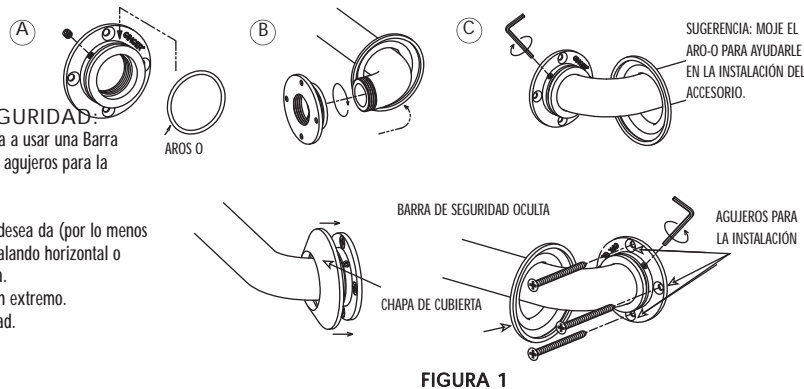
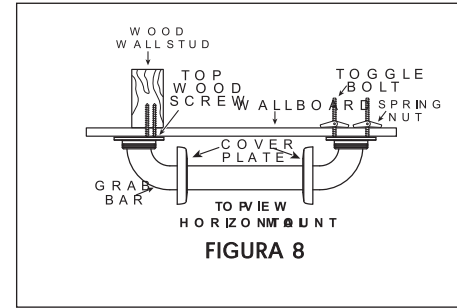

FIGURA 1
FIGURA 8
7. Si está instalando una Barra de Seguridad oculta, mueva las chapas de cubierta sobre los agujeros para la instalación y oprima firmemente contra la pared (vea la Figura 1 en la Página 1)
11. Si usa una Barra de Seguridad oculta, mueva las chapas de cubierta sobre los agujeros y firmemente presione contra la pared (vea la Figura 1 en la página 1)
7. Coloque el extremo de la Barra de Seguridad con los TORNILLOS DE FIJACIÓN adjuntos de manera que pueda oprimir las tuercas de resorte y los topes en los extremos de los TORNILLOS DE FIJACIÓN por los agujeros perforados. Las tuercas de resorte deben pasar totalmente por los agujeros en la pared. (vea la Figura 8).
8. Hale los TORNILLOS DE FIJACIÓN hacia usted y apriete con el dedo los TORNILLOS para asegurarse que las tuercas de resorte se han abierto completamente contra el dorso de la pared y la viga de metal de la pared (vea la Figura 8). Si las tuercas de resorte no se han abierto completamente, afloje los tornillos y repita el Paso 12.
10. Repita el Paso 5 con los dos (2) TORNILLOS DE MADERA restantes introduciéndolos en la viga de madera de la pared.
13. Si usa una Barra de Seguridad oculta, mueva las chapas de cubierta sobre los agujeros y firmemente presione contra la pared (vea la Figura 1 en la página 1).
11. Si usa una Barra de Seguridad oculta, mueva las chapas de cubierta sobre los agujeros y firmemente presione contra la pared (vea la Figura 1 en la página 1).
3. En el extremo que se va a instalar en la viga de metal de la pared, use un taladro mecánico manual de 3/8 de pulgada una fresa de 5/8 pulgadas para perforar tres (3) agujeros donde está marcado. *NOTA: Si va a instalar la Barra de Seguridad en losas de cerámica, requerirá una fresa con punta de carburo de 7/8 de pulgada para perforar en la losa y prevenir dañarla. Una vez que haya taladrado un agujero en la losa, use la fresa de 5/8 de pulgada para perforar a través del respaldo de soporte de la losa.*
5. Introduzca un (1) TORNILLO DE MADERA en el extremo de la Barra de Seguridad que se instalará en la viga de madera de la pared. Atornille en la pared y en la viga de la pared (APRETANDO A MANO SOLAMENTE) (vea la Figura 8).